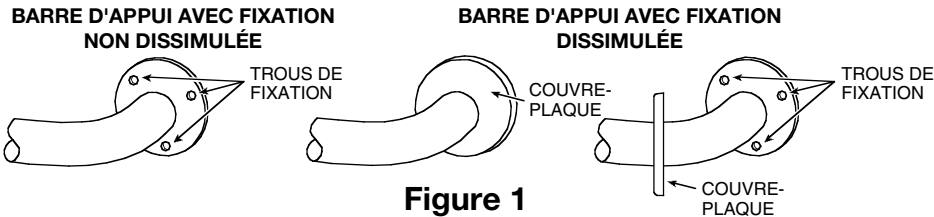

Figure 1
1. Sortez la barre d'appui et les pièces du paquet. Si vous utilisez une barre d'appui avec des fixations dissimulées, retirez les couvre-plaques des trous de montage (**voir Figure 1**).
7. Si vous utilisez une barre d'appui avec des fixations dissimulées, retirez les couvre-plaques des trous de montage (**voir Figure 1 à la page 3**).